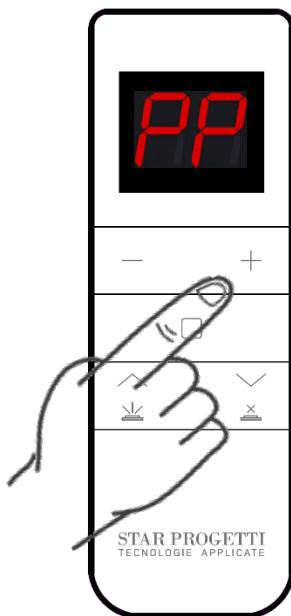

Рис. 19
- при помощи кнопок «+» и «-» выберите канал РР (рис. 19), а затем сразу нажмите кнопку, как показано на рис. 20